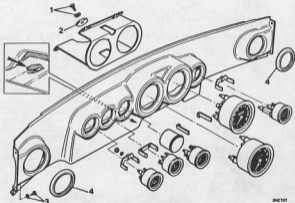

Abb. 1
- (1) Batterieverbindungen lösen.
- (2) Luftfilter ausbauen.
- (3) Zugangstafel ausbauen.
- (4) Die 4 Schrauben lösen, die das Armaturenbrett an der Motorgrütwand sichern (Abb. 1).
- (5) Tachometerkabel lösen.
- (6) Türverkleidungsstreifen von der Türöffnung neben den Armaturenbrettenden abheben.
- (7) Die 2 Schrauben abheben, die jedes Ende der Armaturenbretttafel an der Karosserie sichern (Abb. 1).
serie sichern (Abb. 1).
- (8) Die Halteringe loserschrauben und abheben, die die Frischluftöffnungen am Armaturenbrett sichern (Abb. 1).
- (9) Mitte des Armaturenbretts vorsichtig von der oberen Schiene abheben und die beiden Enden über den Hilfungschlitzen lösen.
- (10) Öldruckmesserschleibung und alle Drahtanschlüsse lösen sowie alle Birnenfassungen der Armaturenbrett- und Warnleuchten herausziehen.
- (11) Armaturenbrett vom Wagen abheben.
(13) Ausbauvorgang unter Beachtung folgender Anweisungen in umgekehrter Reihenfolge vornehmen:
- a. Beachten, daß der untere Teil des Armaturenblechs unter die zwei an der Paketablage sitzenden Klappen eingreift, siehe Abb. 1.